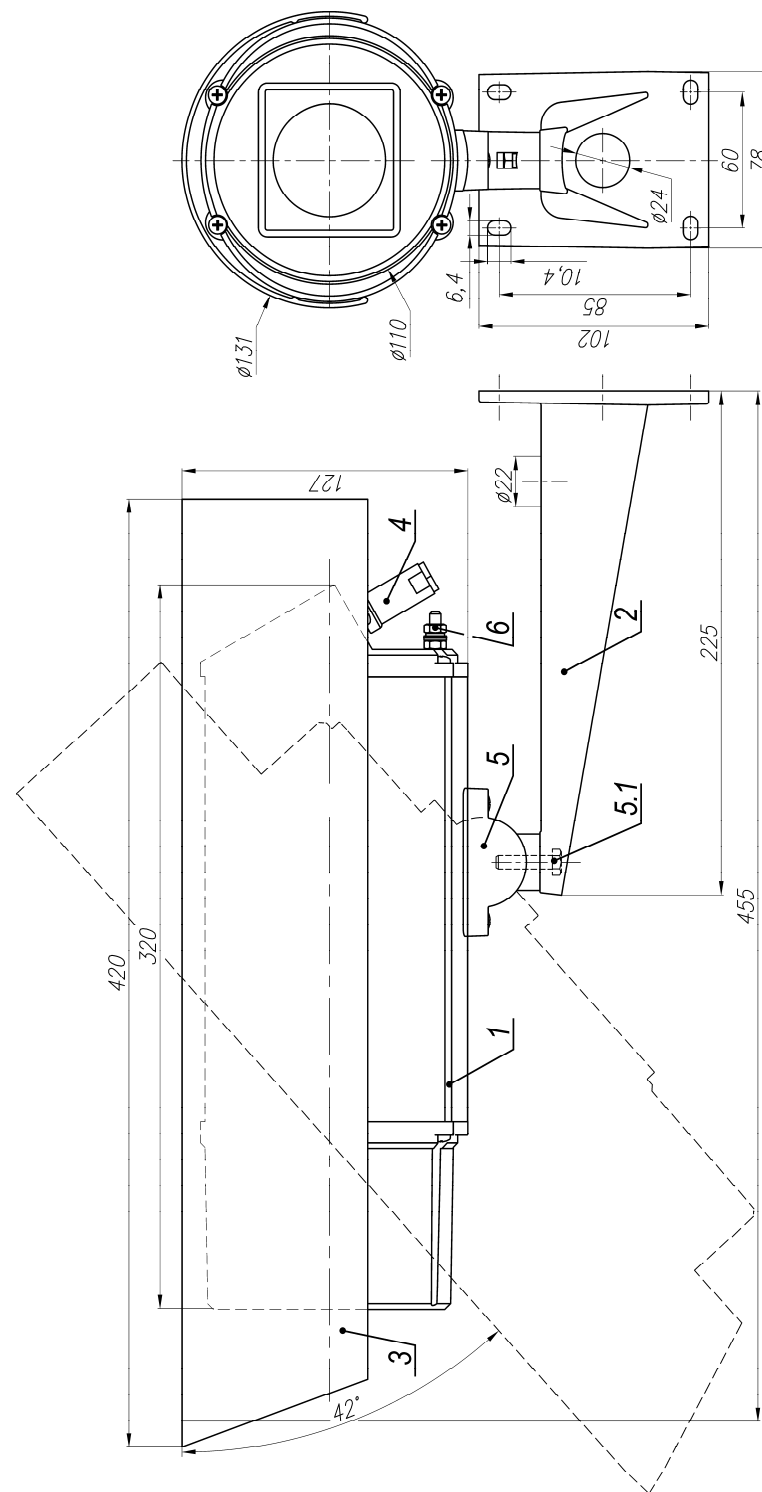

Рис.1 Габаритные и установочные размеры ТВК-94 IP Ex
3. Ослабив болт фиксации шарнира (поз.5.1 рис.1), установить гермобок на нужное направление обзора, после чего надежно зафиксировать шарнир затянув болт.
3. Заземлить гермобок с помощью болта заземления (поз.6 рис.1).
**Состав изделия:** (см. рис.1)